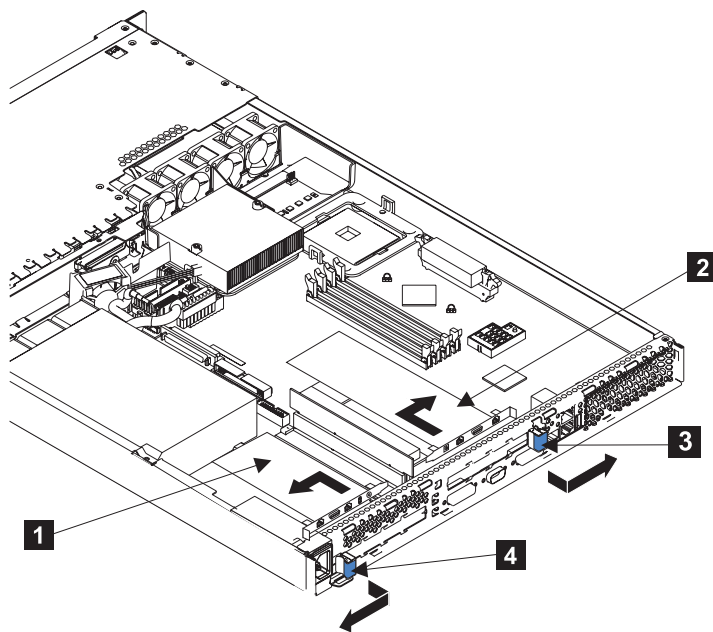

図 158. アダプターを取り外す前の SAN ボリューム・コントローラー 2145-4F2
4. 取り外すアダプターについて、拡張スロット・クリップ (509 ページの図 158 の **3** または **4**) の側面を一緒に押してクリップをアンロックしてから、拡張スロット・クリップをアダプターから離す方向に回転させます。拡張スロット・クリップは、SAN ボリューム・コントローラー 2145-4F2 に緩めに接続していません。